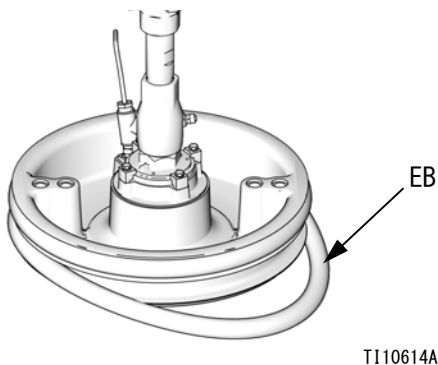

図 16
1. ワイパー (EB) への損傷を防ぐために木製またはプラスチックの工具を使用してシール溝からすべての物質を排除します。
2. 下端から作業し、ワイパー (EB) をプラテンの背後を覆うように曲げます。図 16 を参照してください。
3. ワイパー (EB) を上端の溝に挿入してワイパーの前部を溝の中に這わせます。
4. 55 ガロン ワイパーのみ：二番目のワイパー (EB) を下側の溝に挿入して、ワイパーの前部を溝の中に這わせます。